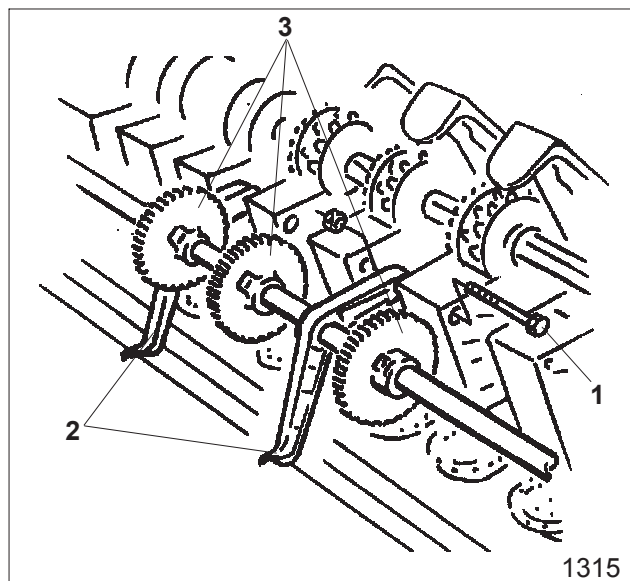

Рис. 18.27
- отверните 6-гран. болт (рис. 18.27/1), крепящий поворотную опору (рис. 18.27/2) на старой высевной коробке технологической колеи;
- ослабьте крепление ведущей шестерни (рис. 18.27/3) и передвиньте её соответствующим образом по промежуточному валу;
- закрепите поворотную опору (рис. 18.27/2) на новой высевной коробке технологической колеи;